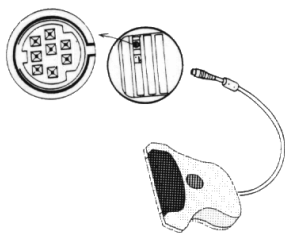

Figure 5
2. Aligned la prise mâle du câble du scanner avec la prise femelle de la carte d'interface. Une petite flèche figurant sur la prise mâle vous facilitera cette tâche (voir Figure 5).